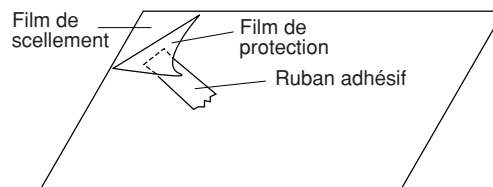

Figure C-9. Film de scellement
3. Reposer le panneau de la porte sur la structure de la porte en enclenchant les dix (10) languettes de la structure de la porte dans les dix (10) orifices du panneau de porte.
4. Placer le film de scellement sur le panneau de la porte. Se référer à "Film de scellement" et à la figure C-9, pour des indications de manipulation d'un nouveau film.
5. Saisir deux broches (2) du panneau de la porte sur les deux trous (2) situés sur les gonds inférieurs et supérieurs du four.
- (A) S'assurer que le commutateur de contrôle du loquet, le 2ème commutateur de contrôle des relais de verrouillage et le commutateur de contrôle fon-
1. Placer le ruban adhésif sur le film de soutien du film de scellement comme indiqué sur la fig. C-9.